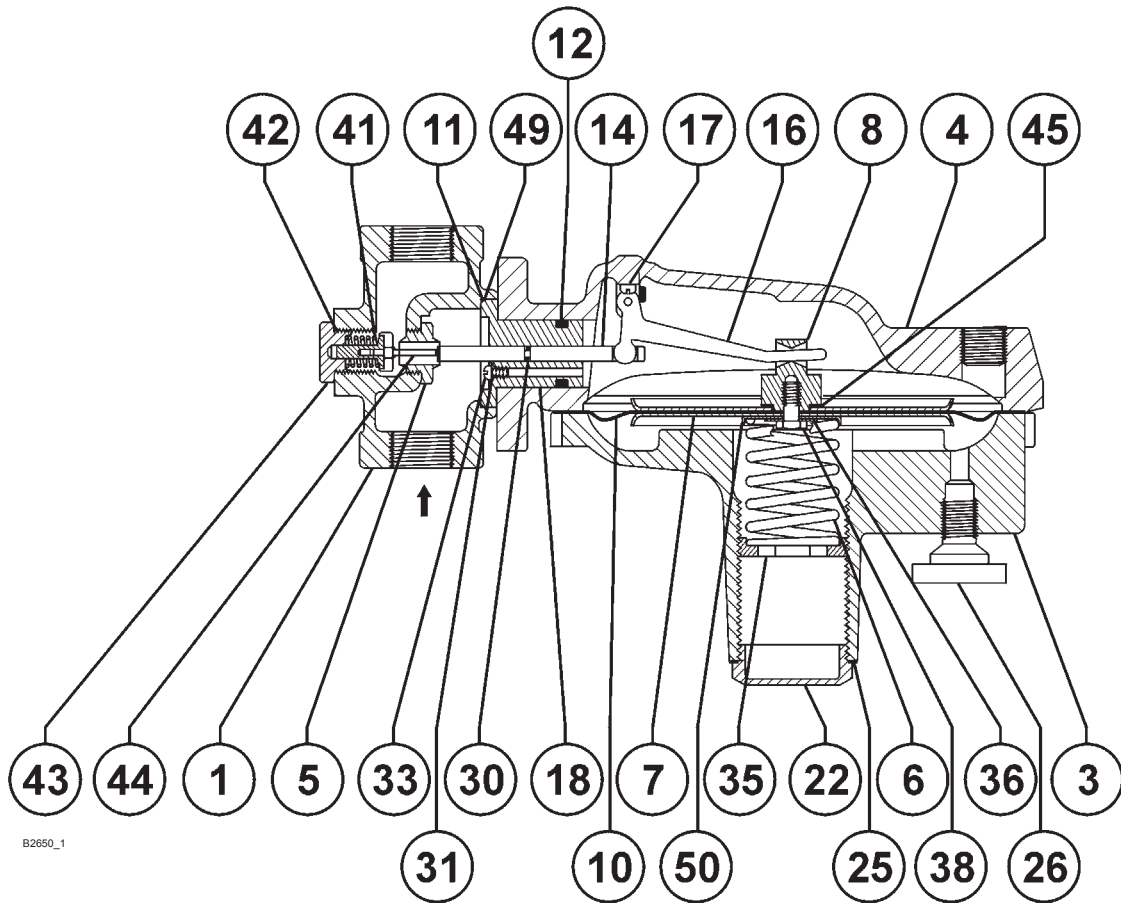

图 5. Y695AM型组件
5. 对于 Y695AM 型（图 5），通过拆除机械螺钉（标号 33）来检查阀颈密封 O 型圈。如有必要可将其替换。为了安装阀颈密封圈，可将 O 型圈置于机械螺钉上，并拧进导套中进行密封。
7. 在阀体（标号 1）内安装备份环（标号 49）。然后将阀体密封 O 型圈（标号 11）放入阀体。见图 5。
3. 插入阀颈密封O型圈 (标号31, 图5) 和一个机械螺钉 (标号33, 图5)。
2. 参照阀膜和弹簧箱体区维护程序步骤1至6和8至11，移除阀杆密封O型圈 (标号30, 图5)。
3. 遵循阀体区维护程序步骤1至5，移除阀颈密封圈 (标号31, 图5) 和机械螺钉 (标号33, 图5)。